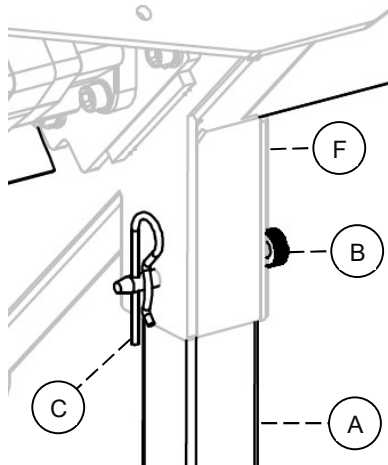
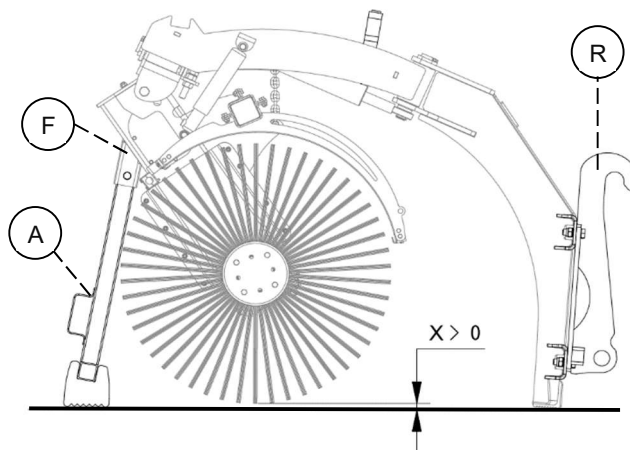
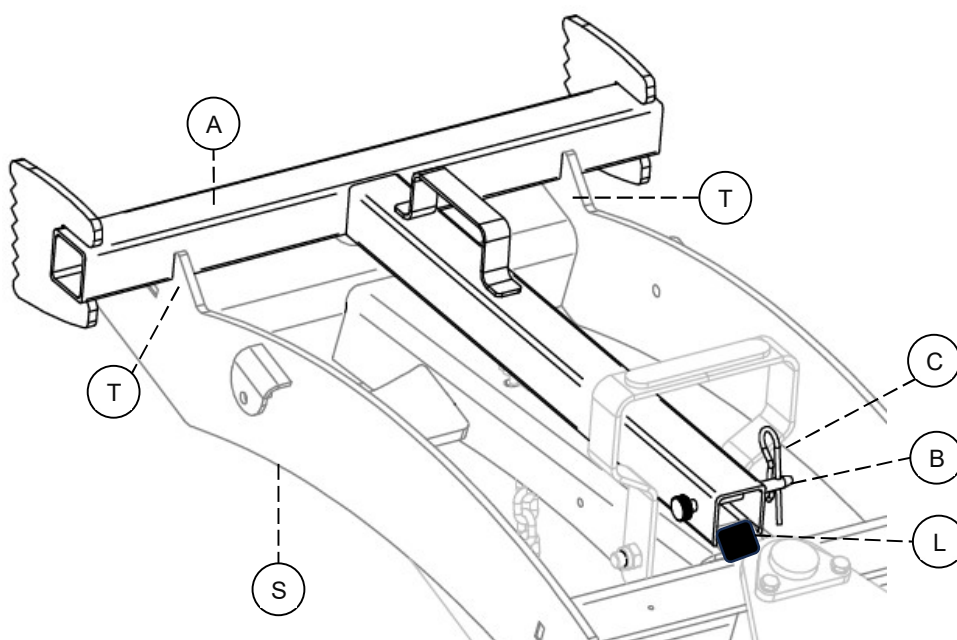

Bild.10
Bild.11
Bild.12
Vid avställning av sopmaskinen använd parkeringsstödet (A) som sitter på svängstomme (S) (se Bild.12). Stoppa in parkeringsstödet (A) i profilen (F), säkra den med låstapp (B) och R-nål (C) (se Bild.10). Detta är förutsättning för att förhindra en deformation av sopvalsen och dess lameller att dessa inte når marken $X > 0$, se Bild.11. Innan maskinen sänks mot marken skall låstapparna på redskapsbärarens redskapsfäste öppnas, detta för att minska trycket på parkeringsstödet.
Efter tillkoppling utav sopmaskinen, placera parkeringsstödet (A) i svängstomme (S) så att parkeringsstödet (A) låser sig i svängstommen (S) urtag (T) och under fästplatta (L), se Bild.12). Låstapp (B) och R-nål (C) ska placeras i parkeringsstödet (se Bild.12).